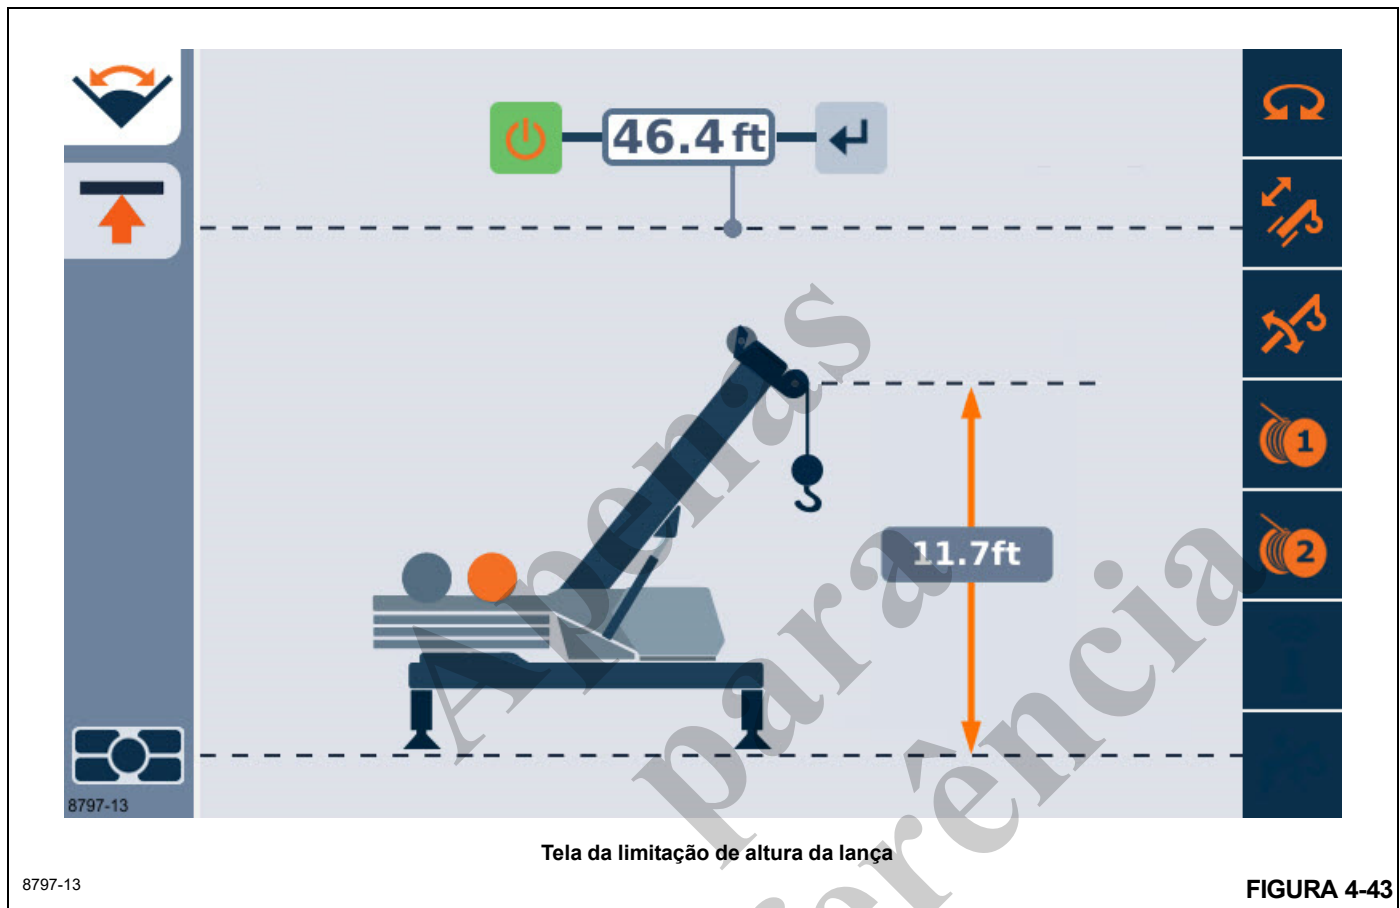

FIGURA 4-43
Se a Limitação de altura da lança for selecionada no menu das limitações do WRL, a Tela da limitação de altura da lança será exibida (Figura 4-43).
Figura 4-43, é possível ver que o símbolo  está selecionado já que está destacado na cor laranja. A Tabela 4-6 mostra os objetos disponíveis na Tela da limitação de altura da lança.
2. A Tela da limitação de altura (Figura 4-43) deve ser exibida no mostrador.
6. Use a função de Seta para a direita duas vezes para pular o Valor da limitação e, então, destaque o símbolo Aceitar posição do guindaste (consulte a Tabela 4-6). Use o botão OK (item 2, Figura 4-40) para aceitar a posição atual do guindaste (como o valor de 11.7 pés mostrado na Figura 4-43) como sendo o Valor da limitação. O Valor da limitação deve ser atualizado na tela neste momento. Observe que a lança está agora na limitação, então os alarmes provavelmente estarão soando. Agora, a lança pode ser afastada da altura atual da ponta para parar o alarme. Consulte a Tabela 4-4 para ver o alarme funcionar. Consulte a Figura 4-40 para o botão cancelar um alarme sonoro (quando o movimento da lança tiver parado).
1. A Tela da limitação de altura da lança (Figura 4-43) deve ser exibida no mostrador.